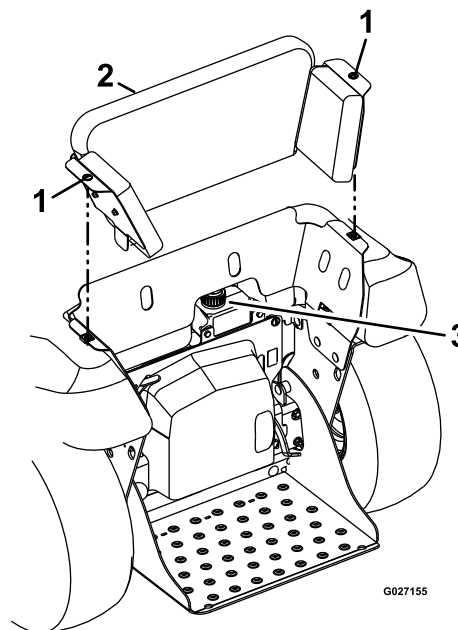

Figura 84
2. Gire en sentido antihorario las 2 fijaciones que sujetan el apoyo de las rodillas al chasis de la máquina (Figura 84).
3. Tire del apoyo de las rodillas hacia arriba y hacia atrás para retirarlo de la máquina (Figura 84).
4. Limpie la zona alrededor del depósito de expansión del fluido y retire el tapón (Figura 84).
7. Instale el tapón del depósito en el depósito de expansión y apriete el tapón hasta que quede firme (Figura 84).